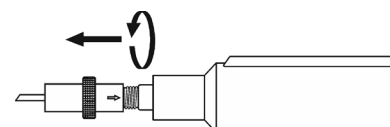

Abb. 5
- Entfernen Sie die Ultraschallspitze gemäß Abb. 5: